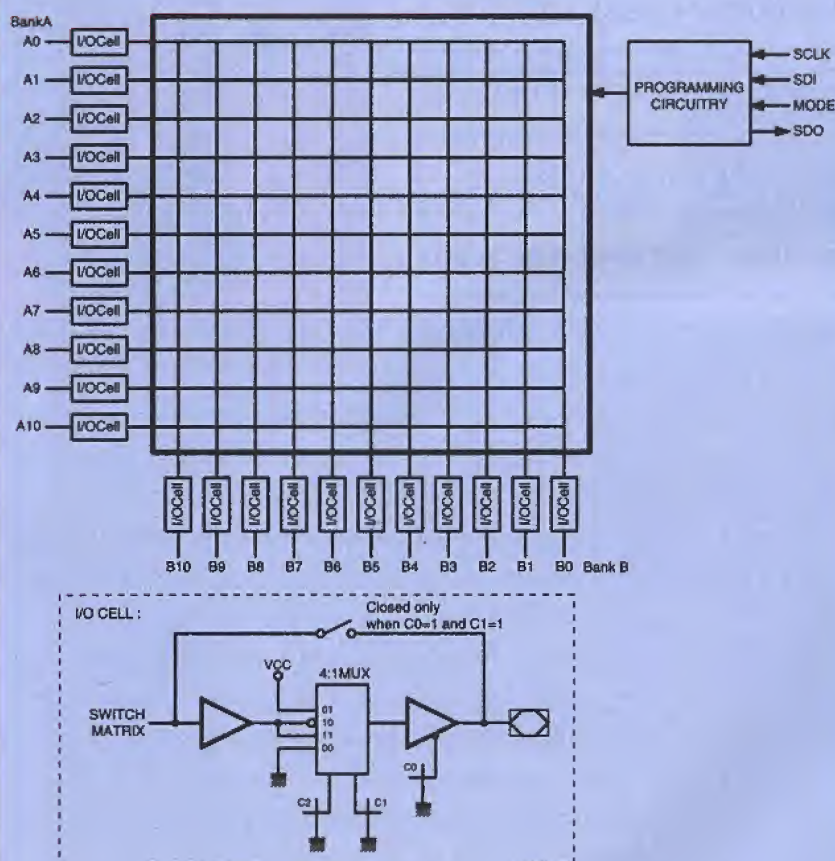

Figure 3
Aussi l'auteur a-t-il mis en pratique une méthode simple et très performante : elle consiste à éclairer le plan de travail par le dessous. Elle est illustrée figure 3, et part du principe que tout support de perceuse est débouchant par défaut. Donc le socle est percé à 10 mm environ.
■ Figure 3
Il est représenté en figure 3. La carte utilise une seule adresse dans le domaine réservé du compatible PC. Le déco-